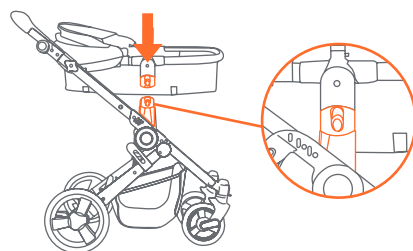

Fig. 6b
- Instale la sillita alineando las anclas que están a los lados de la sillita con las anclas del armazón del carrito y empújelas hasta que se encajen de forma segura (Fig. 6b). La sillita puede quedar mirando hacia cualquiera de las direcciones, ya sea hacia adelante o hacia atrás.